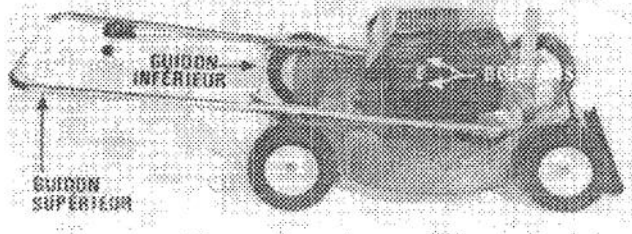

Figure 1
1. Desserrez les boutons du guidon et faites pivoter le guidon supérieur vers l'avant pour former une seule unité avec le guidon inférieur (Fig. 1), en ayant soin de ne pas endommager accidentellement les câbles de commande. Serrez les deux boutons pour bloquer les pièces ensemble. Assurez-vous que les boutons soient du côté intérieur du guidon.